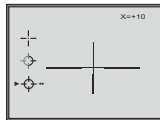

Fig.3
- Controllate il bersaglio e vedete se il colpo è arrivato sul punto mirato. Premere il controller (6) per entrare nel menu, ruotare il controller fino a selezionare l'icona ↕.
- Vicino all'icona appare una freccia, nell'angolo destro del display - è visualizzata la coordinata X (fig.3).